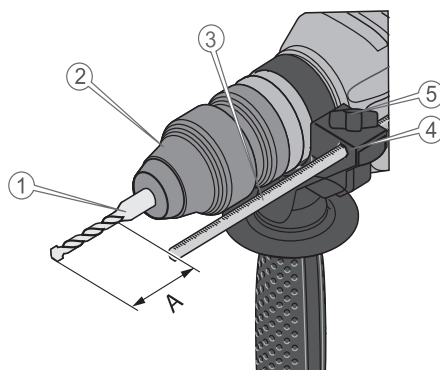

Рисунок 3. Встановлення обмежувача глибини свердління.
4) Встановити обмежувач глибини (рис. 3), налаштуйте обмежувач:
1) Відкрутити гайку-баранець (5, рис. 3) та вставити обмежувач (3, рис. 3) в отвір на допоміжному руків'ї (4, рис. 3).
2) Встановити необхідну глибину свердління (А, рис. 3) та закрутити гайку-баранець (5, рис. 3) фіксації обмежувача глибини. Під час встановлення врахувати відстань вільного ходу свердла (1, рис. 3) у затискному патроні стандарту «SDS-plus» (2, рис. 3);